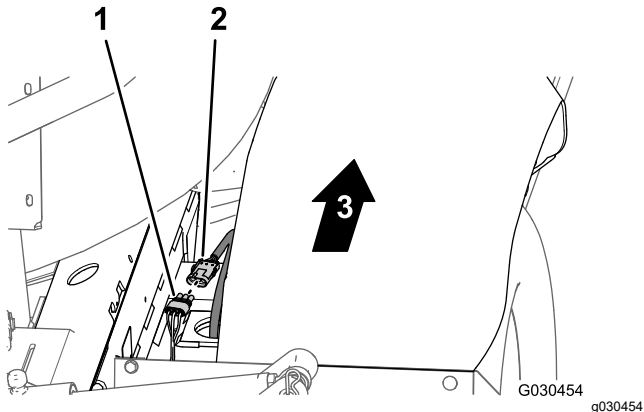

**Figura 23**
- En la parte trasera del soporte del distribuidor, desconecte el conector hembra de 3 vías de la válvula de agitación y los conectores hembra de 3 vías de las 3 válvulas de sección de los brazos (Figura 23).